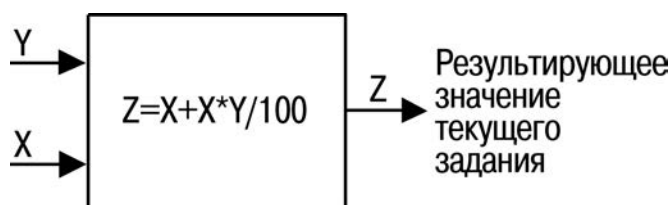

Рисунок 2.5
Сумма фиксированной и переменной величин (обозначена  $Y$  на рисунке 2.5) умножается на фактическое задание (обозначено  $X$  на рисунке). Это произведение добавляется к действующему заданию:  $[X + (X) \times (Y / 100)]$ , рисунок 2.5.